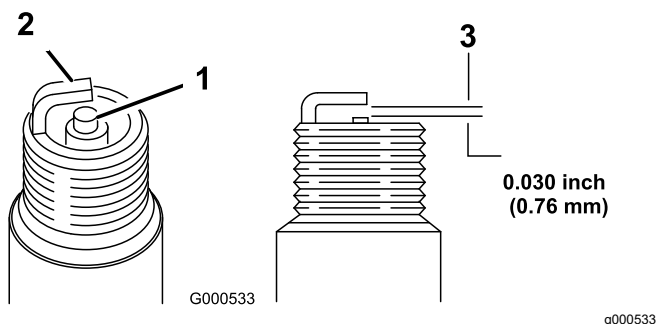

Рисунок 24
5. Установите в свече зазор, равный 0,76 мм; см. \(Рисунок 24\).